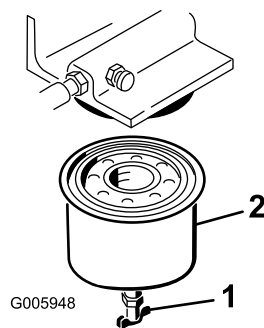

Figura 32
4. Aprite la valvola di spurgo (Figura 32) e lasciate spurgare il carburante dal filtro carburante in un recipiente adatto, e smaltitelo nel rispetto dell'ambiente.
5. Togliete il filtro carburante con una chiave per filtri (Figura 32).